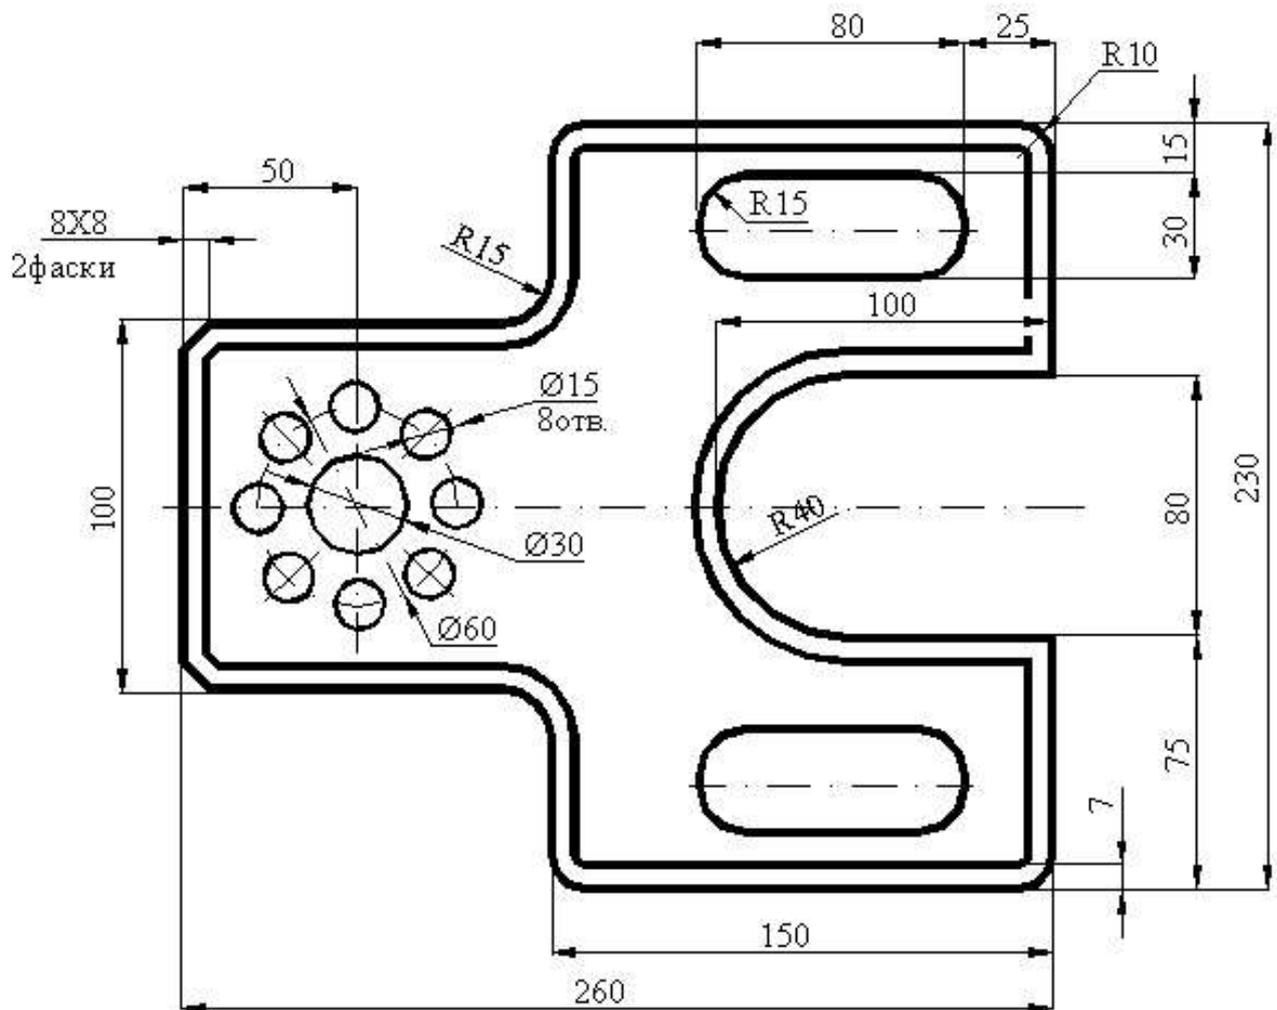

Рис. 81
Построить точный чертеж детали с использованием основных команд черчения и редактирования (рис. 81). Данные для формирования чертежа взять из таблицы 5.
16. Нанести все необходимые размеры, предварительно настроив **Размерный стиль** из ниспадающего меню или панели инструментов **Размеры**. В диалоговом окне **Диспетчер размерных стилей** нажать кнопку **Изменить...**, затем на соответствующих закладках задать вид и длину стрелки, положение размерного текста, высоту размерного текста. Нанесение размеров должно соответствовать ГОСТ 2.307-67 (см. рис. 81) [4, 7].